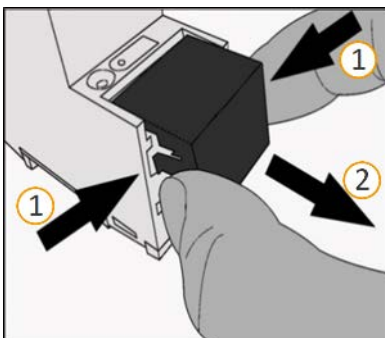

Abbildung 28: Abdeckkappe entfernen
1. Drücken Sie die Abdeckkappe seitlich leicht ein (siehe Abbildung 28, Pos. 1).
2. Ziehen Sie die Abdeckkappe nach oben ab (siehe Abbildung 28, Pos. 2).